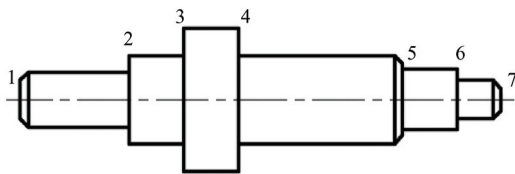

图 8-34 原始图形
- 1 打开“基线标注即学即练.dwg”文件，已有的原始图形如图 8-34 所示。